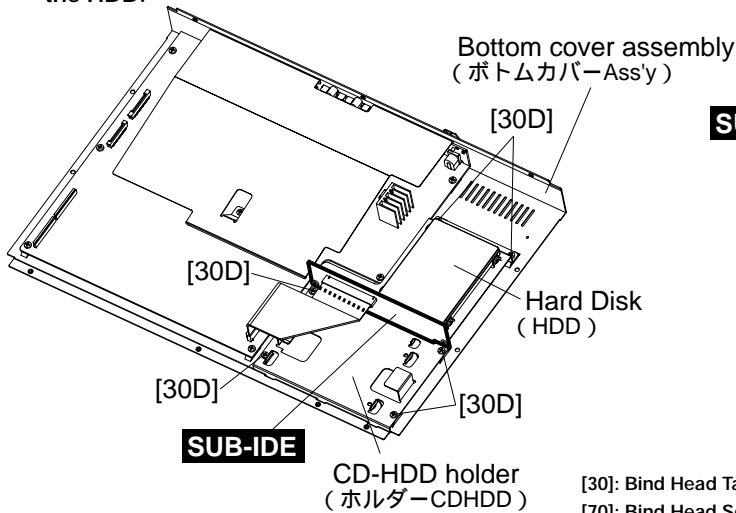

Fig.3(図3)
- 3-2 Remove the six (6) screws marked [30D]. The CD-HDD holder can then be removed with the HDD and the SUB-IDE circuit board. (Fig.3)
- 3-2 [30D] のネジ 6 本を外して、HDD、SUB-IDE シートと共にホルダー CDHDD を外します。(図 3)